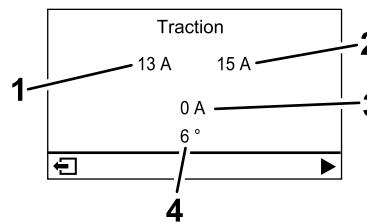

Figura 19
- **Pantalla del motor de tracción (Figura 19):** muestra el ángulo de dirección actual y el amperaje asignado a cada motor de tracción.